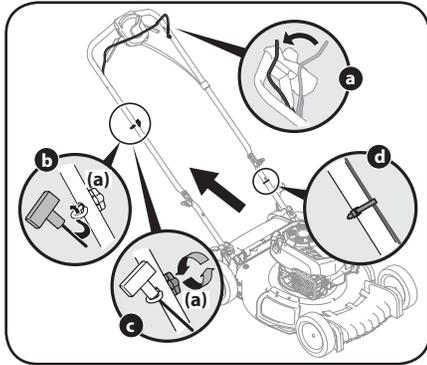

Figure 2-4
7. Le guide-câble est fixé sur le côté droit de la partie supérieure du guidon. Desserrez l'écrou papillon (a) qui fixe le guide-câble à la poignée. Voir Figure 2-4.